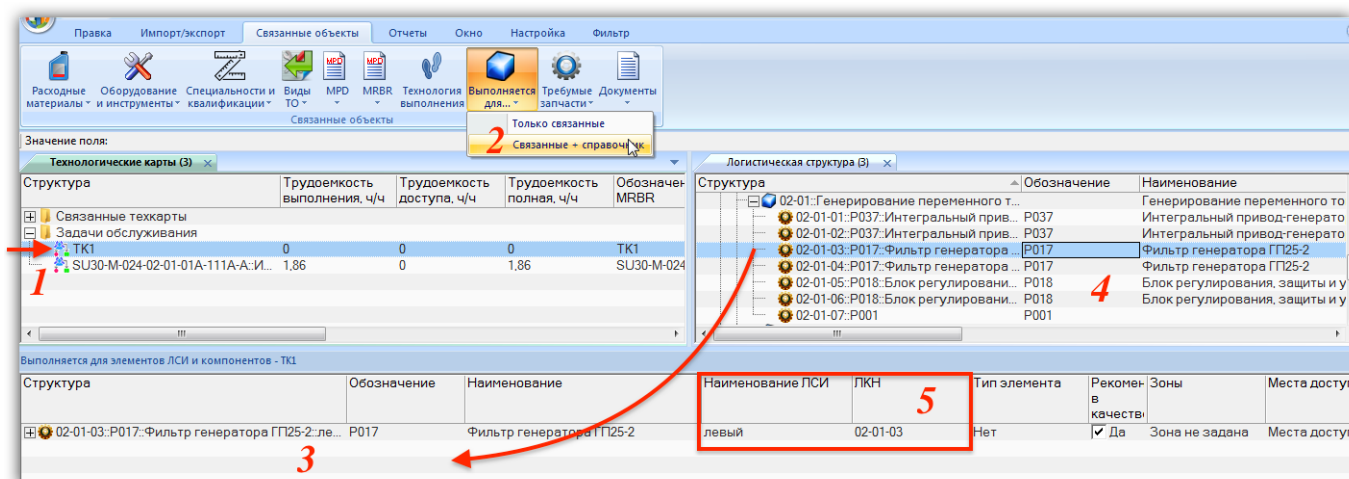

Рис. 12-45 – Создание связи ТК с компонентом
- 2) Выбрать ТК в окне «Технологические карты» (1 на рис. 12-45).
В примере, приведенном на рис. 12-45, связь ТК «ТК1» установлена с компонентом «P017 :: Фильтр генератора ГП25-2» для его месторасположения в ЛСИ «02-01-03».
5) Месторасположения компонентов, с которыми связана ТК, выводятся в связанном окне «Выполняется для элементов ЛСИ и компонентов» для техкарты (см. выше рис. 12-45), а также на вкладке «Выполняется для элементов ЛСИ» в окне свойств «Технологическая карта» (1 на рис. 12-53). В колонках «ЛКН» и «Наименование ЛСИ» выводится ин-